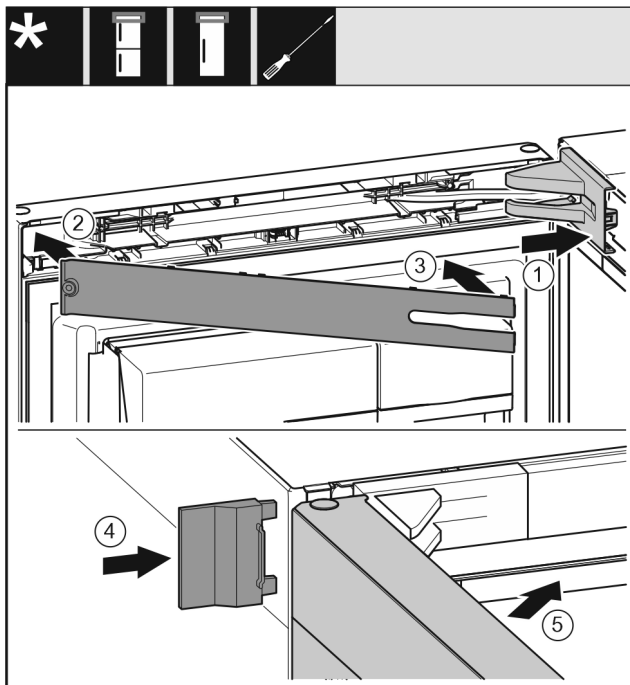

Fig. 22
- ▶ Nasadte a zaklapněte kryt stojanu ložiska, příp. opatrně odtlačte od sebe. *Fig. 22 (1)*
- ▶ Nasadte záslepku. *Fig. 22 (2)*
- ▶ Záslepku sklopte a zaklapněte. *Fig. 22 (3)*
- ▶ Nasuňte vnější kryt. *Fig. 22 (4)*
- ▶ Zavřete horní dveře. *Fig. 22 (5)*